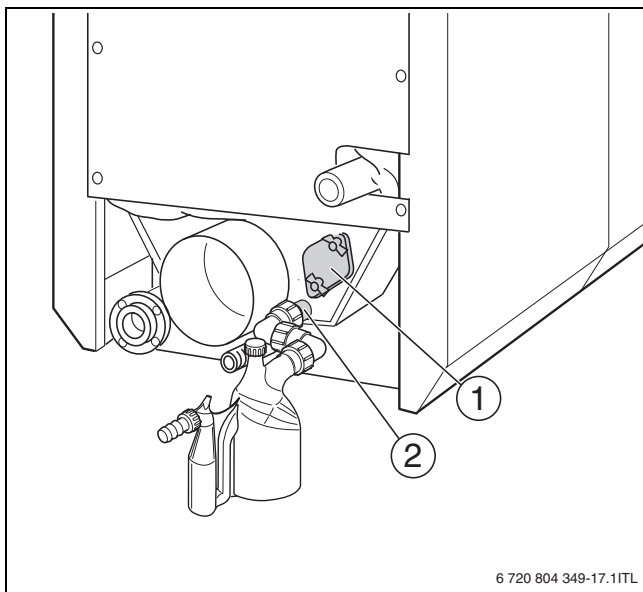

Fig. 42 Capac de curățare la colectorul de gaze arse
- ▶ Nu blocați evacuarea condensului (→ fig. 42, pagina 37) în timpul curățării.